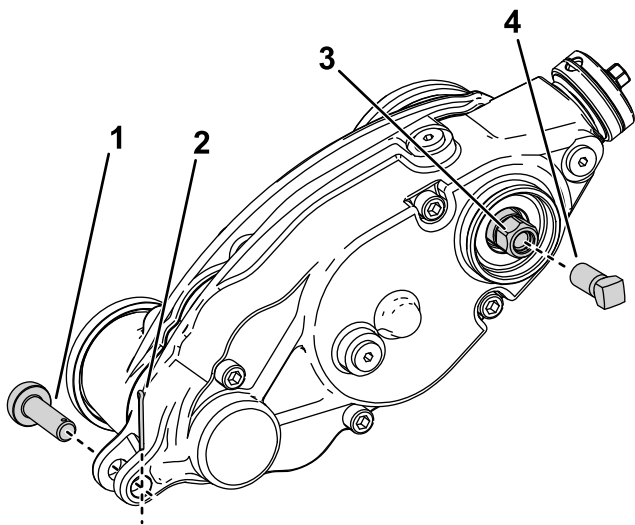

Figura 27
3. Retire o pino de ajuste e perno de gancho que ligam a caixa da transmissão do rastelo aos braços de ajuste (Figura 27).
5. Instale o parafuso de reforço (peça n.º 1-803022—vendida em separado) nas roscas internas da cabeça sextavada da transmissão do rastelo e aperte com 13,5 Nm como se mostra na Figura 27.
6. Remova a caixa da transmissão do rastelo do cilindro de corte rodando a cabeça sextavada da transmissão do rastelo (Figura 27).